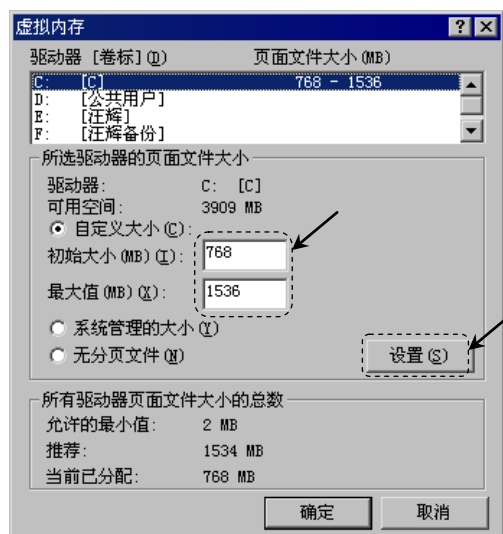

图 2.3.7 “虚拟内存”对话框
Step5. 系统弹出图 2.3.7 所示的“虚拟内存”对话框, 可在 **初始大小(MB)(I):** 文本框中输入虚拟内存的最小值, 在 **最大值(MB)(M):** 文本框中输入虚拟内存的最大值。虚拟内存的大小